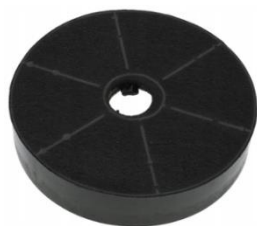
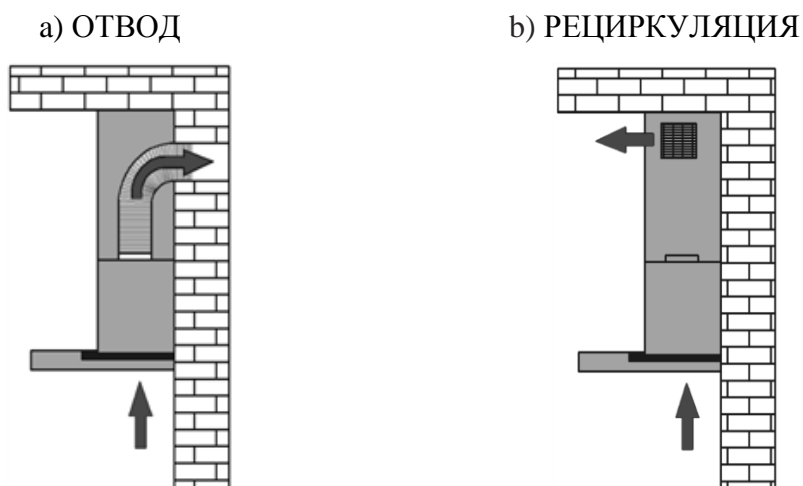

Рис. 5
Рис. 6
1) Отвода (рис. 6а) – воздух удаляется из помещения через соединение вытяжки с вентиляционным каналом жестким пластиковым воздуховодом или гофрированным шлангом диаметром 100 мм с применением соответствующего переходника, который входит в комплект вытяжки. И, таким образом, все кухонные испарения, запахи, гарь и копоть, проходя через многоразовые алюминиевые жирулавливающие фильтры, выводятся за пределы помещения. При данном режиме работы нет необходимости устанавливать угольные фильтры. Режим отвода является наиболее эффективным, поскольку вытяжка удаляет все кухонные испарения за пределы кухни в вентиляционную шахту.
2) Рециркуляции (рис. 6б) – внутренняя циркуляция воздуха через угольные фильтры (рис. 5). Вытяжка в данном случае не подключается к вентиляционной шахте и, таким образом, воздух просто прогоняется через вытяжку внутри кухни.
В этом режиме на вытяжку должны быть установлены угольные запахоулавливающие фильтры (рис. 5). Эти фильтры не входят в комплект вытяжки и приобретаются отдельно. Угольные фильтры следует менять не реже, чем раз в 3 месяца (в зависимости от интенсивности приготовления пищи). Использование вытяжки в режиме рециркуляции снижает ее производительность.